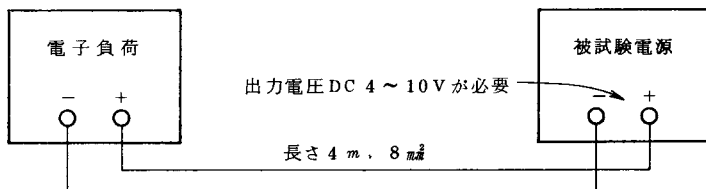

図2-1-4
例えば、図2-1-4のように長さ4m、8mm²の負荷線を使用した場合には、負荷線の電圧降下により、流す電流にもよりますが、被試験電源の出力電圧は4~10Vを必要とします。
- ②④ 端子台
- 外部制御用の端子台です。(図 2-1-4 参照)